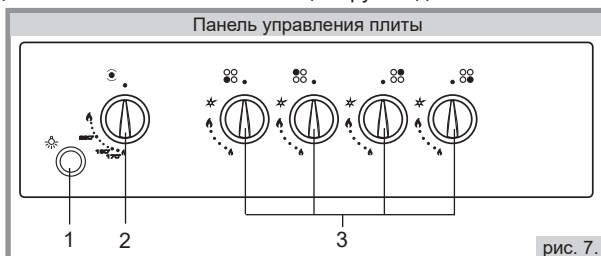

рис. 7.
■ На рисунке панели управления (рис.7) присутствуют элементы комфортности, которые могут присутствовать на панелях различных моделей плит. Для Вашей плиты перечень элементов указан в таблице комфортности моделей плит на обложке настоящего руководства.